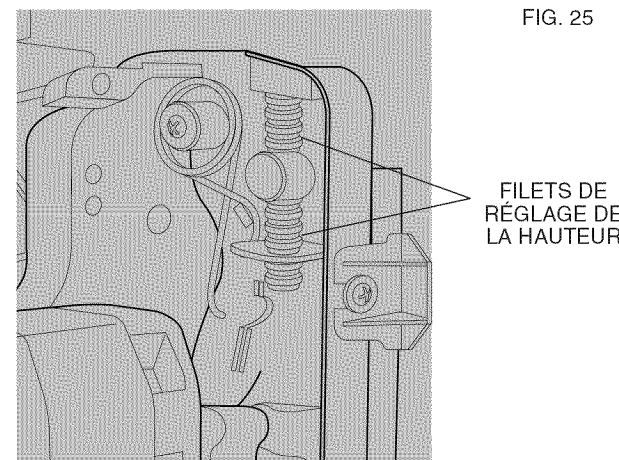

FIG. 25
- Nettoyer et lubrifier les filets de la vis de réglage de la hauteur qui se trouve sous la scie avec de la graisse d'usage général (fig. 25).